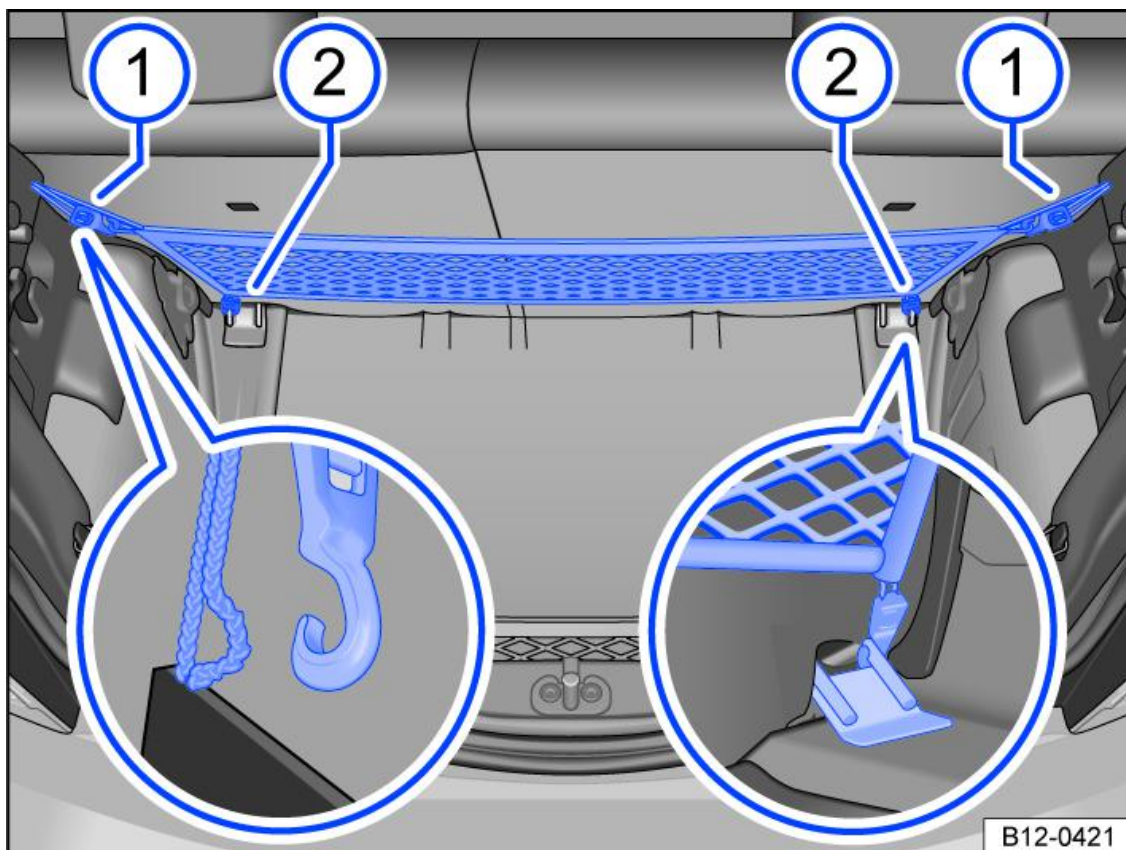

Fig. 1 Bagagliaio: la rete di ancoraggio dei bagagli agganciata dietro lo schienale del divano posteriore
2. Far passare i ganci superiori della rete di ancoraggio bagagli attraverso gli occhielli del meccanismo di bloccaggio dello schienale del divano posteriore → *fig. 1* (1) e agganciarli alle maniglie flessibili della rete di ancoraggio (dettaglio ingrandito) → ⚠.
3. Agganciare i ganci inferiori della rete di ancoraggio bagagli nella staffa → *fig. 1* (2) sul fondo del bagagliaio (dettaglio ingrandito).